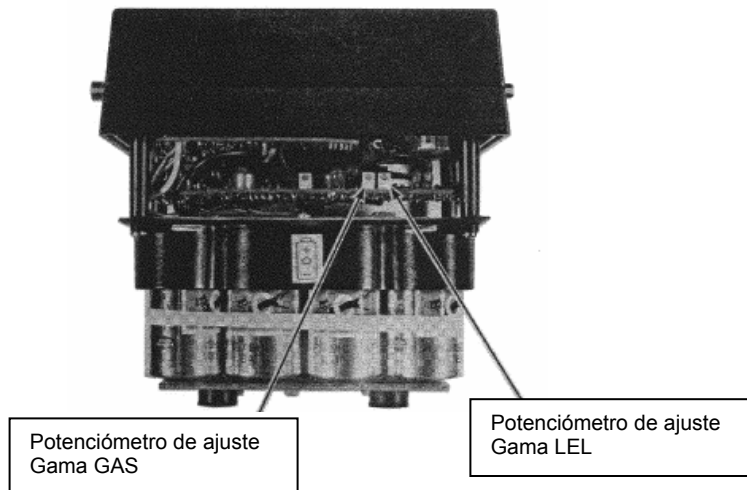

Figura 5-1. Localización de ajustes de gama
2. Quite la sección baja de la caja y coloque el instrumento sobre los topes de goma, Figura 5-1, de manera que el medidor pueda ser visto.
7. Gire la válvula del regulador de flujo en dirección contraria a las manecillas de reloj. Cuando la aguja se estabilice, el medidor debe indicar 2. Si no lo hace, gire el potenciómetro de gama LEL (LEL SPAN), Figura 5-1, para obtener un valor de 2 en el medidor. Si el valor de 2 no se puede obtener girando el potenciómetro de gama LEL, realice el procedimiento bajo el apartado "Reemplazando el Filamento Catalítico" en la Sección 4 y luego repita este procedimiento. Cierre el suministro de gas girando la válvula en sentido de las manecillas de reloj.
11. Conecte una fuente de 100% de metano a la conexión de entrada. Pase el gas a través del instrumento y entonces corte el flujo. El medidor debe indicar 100. Si no lo hace, gire el potenciómetro de gama GAS, Figura 5-1, para tener una lectura en el medidor de 100. Si este valor de 100 no puede obtenerse girando el potenciómetro de gama GAS, refiérase a la parte de "Reemplazando el Filamento TC" en la Sección 4 y entonces repita este procedimiento.